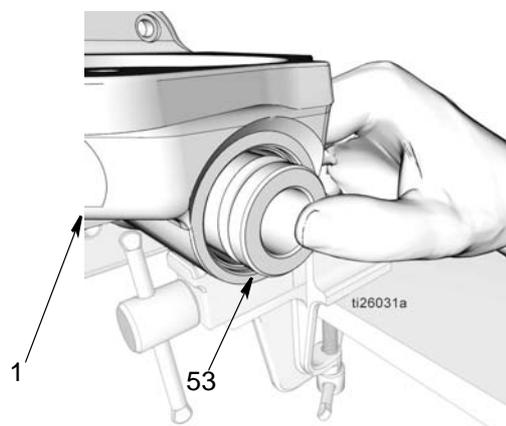

Рис. 42
- d. Используйте свои пальцы для вжатия соединительной муфты (53) в основание насоса (1). Затем с помощью стержня из мягкого материала вдавите соединительную муфту полностью вниз насколько возможно (Рис. 42).